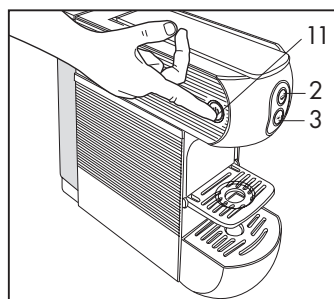

Fig. 4
- Allumer la machine en actionnant l'interrupteur principal (11). La machine est allumée quand l'interrupteur principal s'allume. **(Fig. 4)** La touche de distribution (2-3) clignotera par intermittence jusqu'à ce que la bonne température soit atteinte; quand elle s'allumera en mode fixe, la machine sera prête pour l'utilisation.